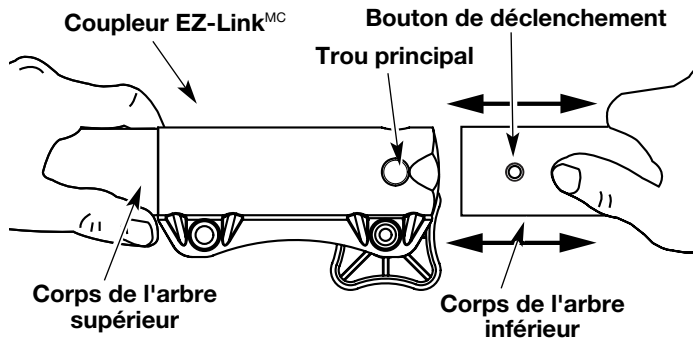

Fig. 25
2. Tenez fermement l'accessoire et enfoncez-le tout droit dans le coupleur EZ-LinkMC (Fig. 25).